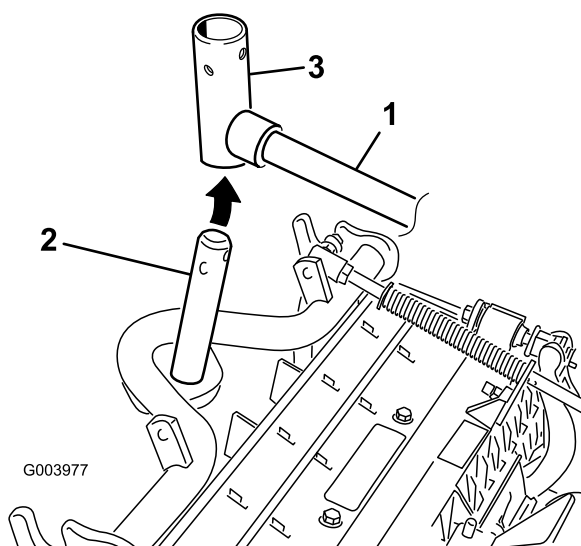

Рисунок 11
8. В случае передних режущих блоков передвиньте режущий блок под подъемным рычагом, одновременно вставляя вал несущей рамы вверх в вилку оси поворота подъемного рычага (Рисунок 11).
- В. Вставьте вилку подъемного рычага в вал несущей рамы (Рисунок 11).